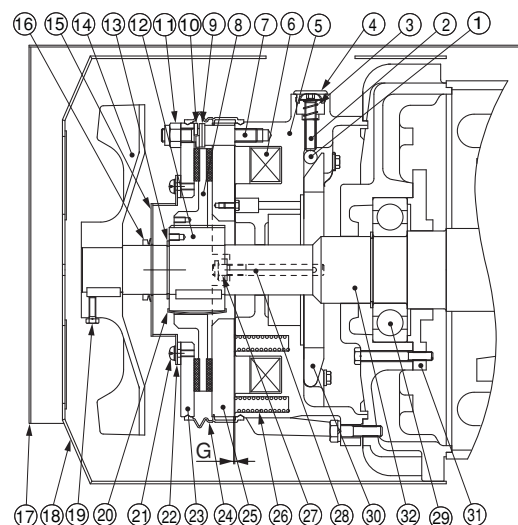

図24
- (1) 対角2ヶ所のブレーキゆるめボルトを一旦はずし、手動解放防止用スペーサを取り除いた後、再度ボルトを六角スパナでねじ込んでいくとブレーキは解放されます。この時、ブレーキゆるめボルトを回し過ぎないようにしてください。（ブレーキが解放されたか確認しながらブレーキゆるめボルトを回してください。）（図24参照）
- (1) 埋め栓④を取り外し、六角スパナ（M8穴付ボルト用）にて、ゆるめボルト②をゆるめ方向（時計方向）に回転するとブレーキは解放します。（屋外形の場合は屋外カバー①⑦上の窓部のフタを取り外してください。）（図24参照）
- (2) ブレーキを解放した後、再び元の状態に復帰させる場合は六角スパナにてゆるめボルト②をブレーキ方向（反時計方向）にボルトの頭が固定鉄心⑤から突出しない程度（約5～7回転）まで回転してください。次に埋め栓④を元の状態に取り付けてください。（屋外形の場合は屋外カバー窓部のフタを元どおり取り付けください。）（図24参照）